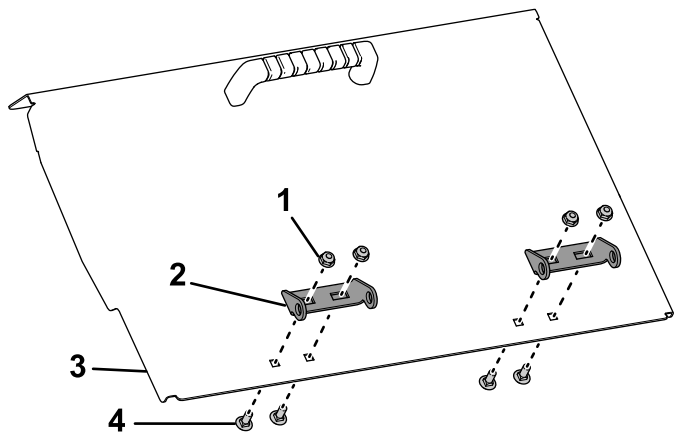

Figura 7
6. Montați balamaua la trapa buncărului cu ajutorul șuruburilor de fixare ($\frac{1}{4} \times \frac{5}{8}$ ") și al contrapiuliilor (Figura 7).